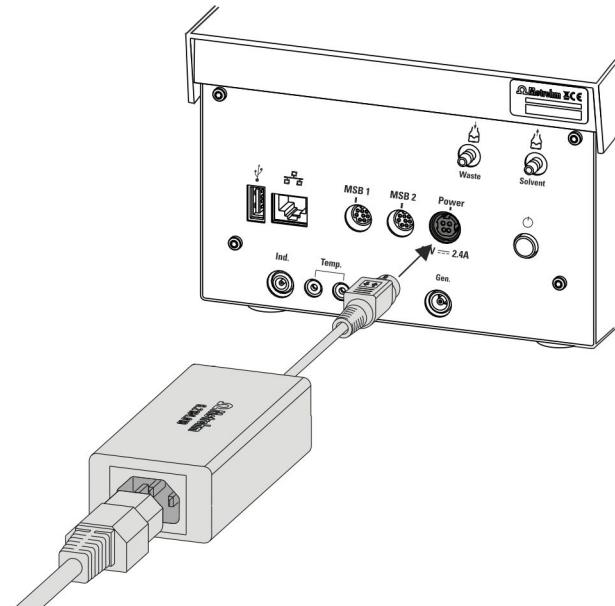

图1 连接供电单元
| 图 1 | 连接供电单元 | 3 |
- 1 连接外接供电单元的插头与 Coulometer 的电源接线盒（参见图 1, 第 3 页）。